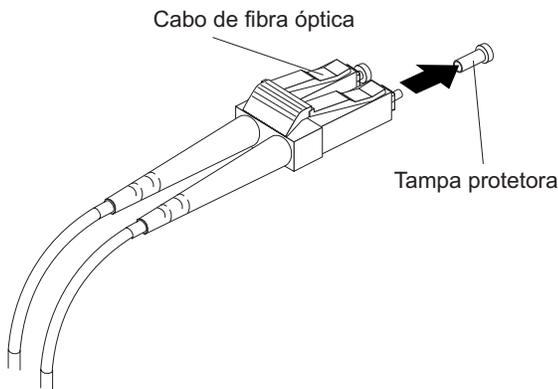

Figura 29. Removendo as Tampas Protetoras do Cabo de Fibra Ótica
3. Remova as duas tampas protetoras de uma extremidade do cabo LC-LC, conforme mostrado na Figura 29 na página 54. Guarde a tampa protetora para uso futuro.